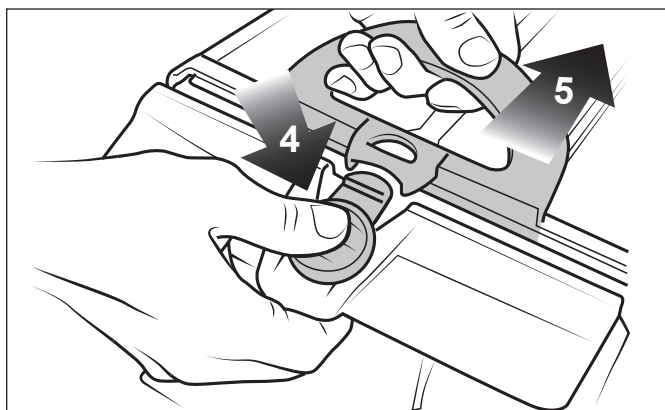

Figura 15. Abra el conjunto del cartucho del filtro
5. Presione el botón de liberación rápida en el conjunto del cartucho (4) y tire para abrir (5) como se muestra en la Figura 15.